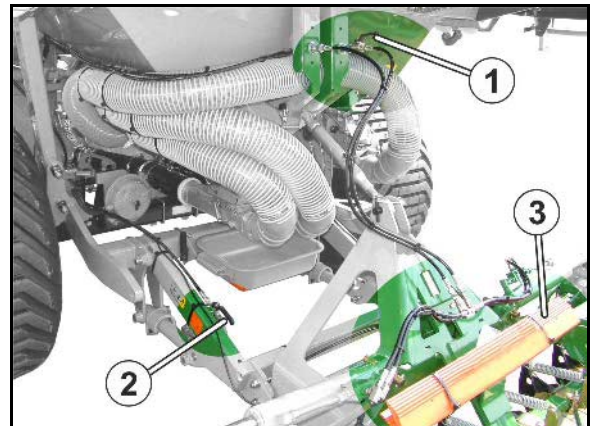

Fig. 101
3. Exaktstriegel mit Verkehrssicherungsleisten (Fig. 101/3) abdecken.
6. Absperrhähne (Fig. 101/1, 2) schließen.